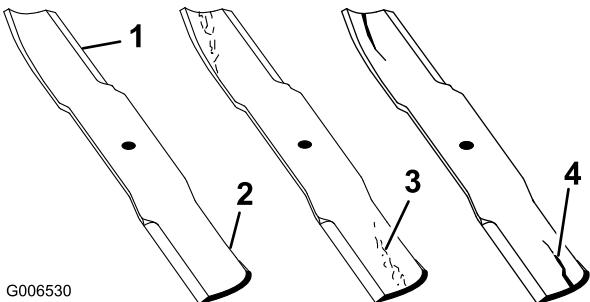

Figure 52
1. Examinez le tranchant des lames (Figure 52). Si les lames ne sont pas tranchantes ou si elles présentent des indentations, déposez-les et aiguisez-les (voir Aiguisage des lames).
2. Inspectez les lames, surtout la partie relevée (Figure 52). Remplacez immédiatement toute lame usée ou qui présente une fissure ou une entaille (repère 3 de la Figure 52).